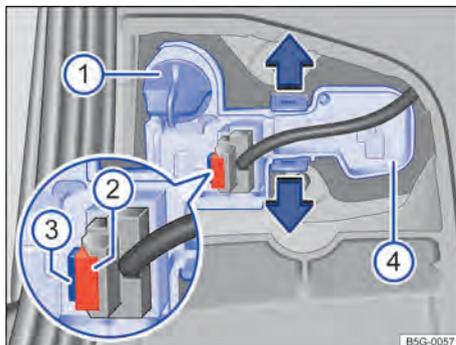

Fig. 224 Na tampa do compartimento de bagagem: remover o suporte da lâmpada.
4.	Girar o suporte da lâmpada ⇒ Fig. 224 ① até o batente no sentido anti-horário e retirar com a lâmpada incandescente para trás.
5.	Substituir a lâmpada incandescente queimada por uma lâmpada incandescente nova do mesmo modelo. Encaixar o suporte da lâmpada ① e girar no sentido horário até o batente.
6.	Retirar o fusível ②. Pressionar o bloqueio ③ do conector e retirá-lo.
7.	Destruar as linguetas do suporte da lâmpada ④ no sentido da seta e remover o suporte da lâmpada.